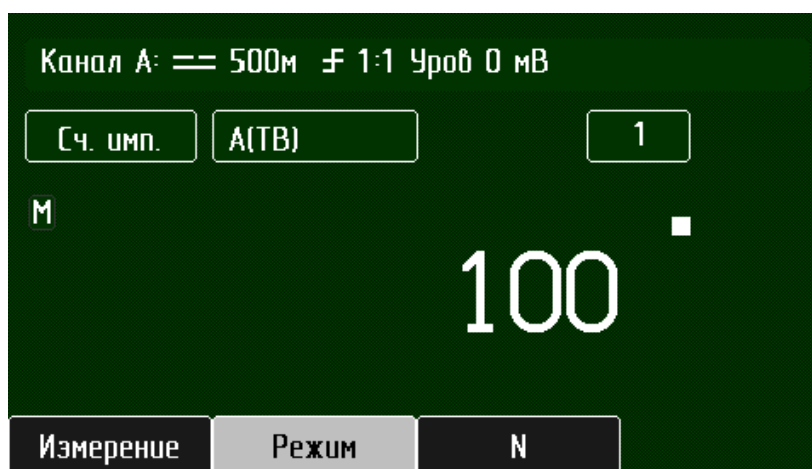

Рисунок 3.15 – Вид экрана для режима счета импульсов за период сигнала
- "Режим" - режим измерения "A (TB)", "B (TA)", "C (TA)" или "C (TB)" (рисунок 3.15);